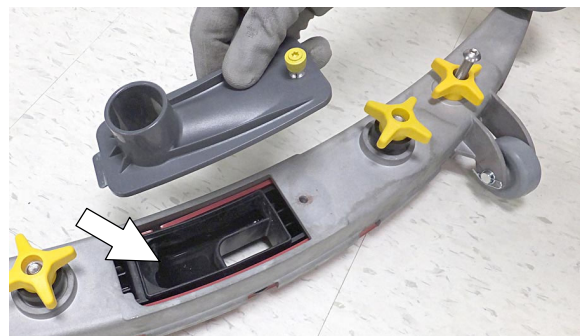

ABB. 101
2. Entfernen Sie den Tropfschalendeckel von der Wischgummi- Einheit und reinigen Sie den Behälter (Abbildung 101).